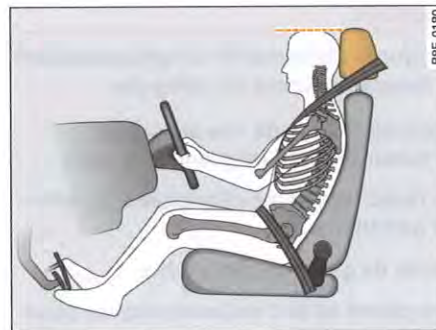

Fig. 165 Réglage correct de l'appuie-tête du conducteur
- Ajuster les appuie-tête de telle manière que le bord supérieur soit à la hauteur de la partie supérieure de la tête ⇒ fig. 165.